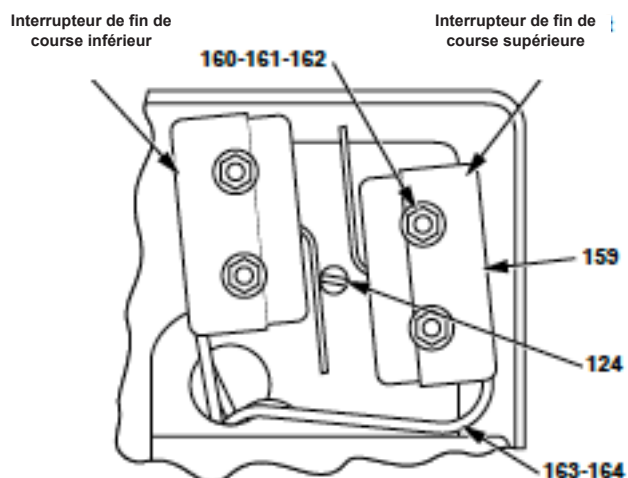

Figure 13 - Installation d'un interrupteur de fin de course
3.4 Interrupteurs de fin de course (Figure 13)